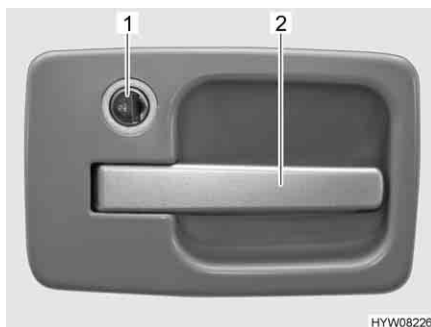

Fig. 17 Serratura della porta di ingresso, lato esterno
- Inserire la chiave nel cilindro della serratura (Fig. 17,1) e ruotarla sul simbolo "G". La serratura della porta è sbloccata.
- Tirare la maniglia della porta (Fig. 17,2). La porta è aperta.
- Inserire la chiave nel cilindro della serratura (Fig. 17,1) e ruotarla sul simbolo "L". La serratura della porta è bloccata.